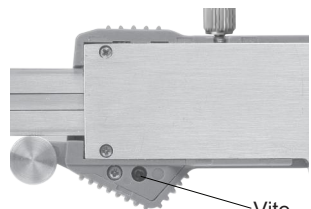

fig.1
- Allentare la vite e rimuovere il coperchio della batteria (fig. 1).